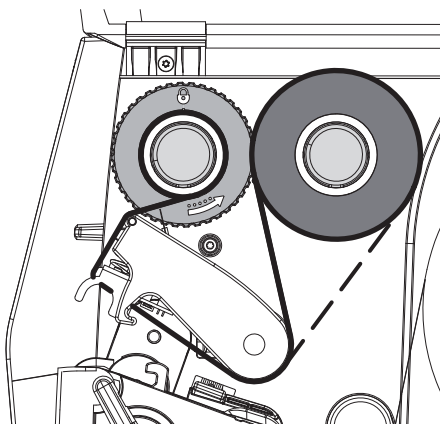

Figura 13 Paso del ribbon
5. Adaptar la posición del posicionador sobre el rebobinador a la anchura del núcleo del ribbon (4) y deslizar el núcleo del ribbon sobre el rebobinador (2).
6. Guiar el ribbon a través del módulo de impresión tal y como se muestra en la Figura 13.